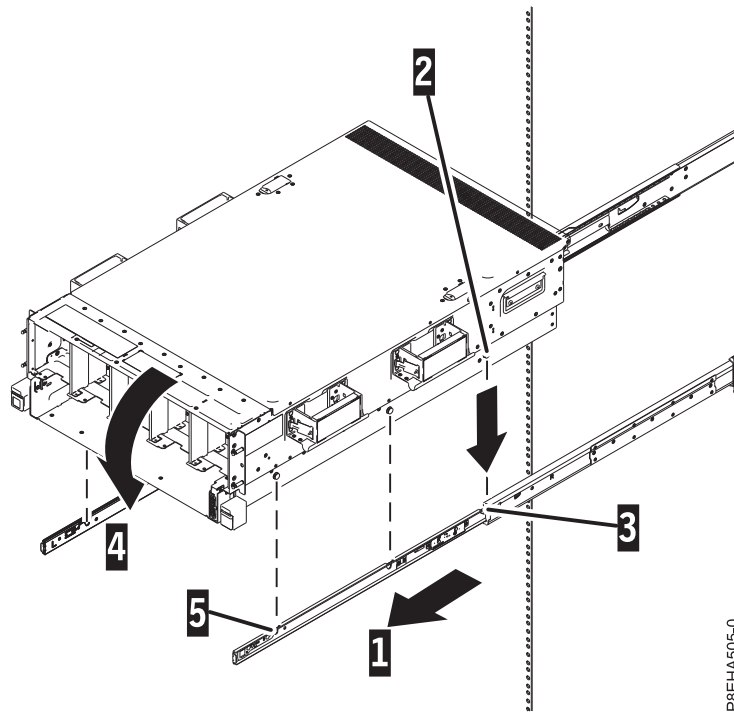

Figure 12. Installation du châssis sur le support de montage
1. Étirez le support de montage (1) comme illustré à la figure 12, à la page 12.
4. Inclinez l'avant du système vers le haut de sorte que les broches arrière du châssis (2) s'insèrent dans les trous arrière du support de montage (3), comme illustré à la figure 12.
5. Inclinez l'avant du système vers le bas de sorte que les broches du châssis s'insèrent dans les trous avant (4 et 5) et dans les trous centraux du support de montage, comme illustré à la figure 12.